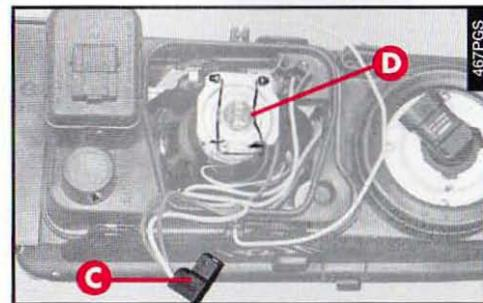

fig. 35
– Débrancher le connecteur (**C-fig. 35**) et décrocher l'agrafe (**D**).
– Bloquer l'ampoule avec l'agrafe (**D-fig. 35**).
– Rebrancher le connecteur électrique (**C-fig. 35**).